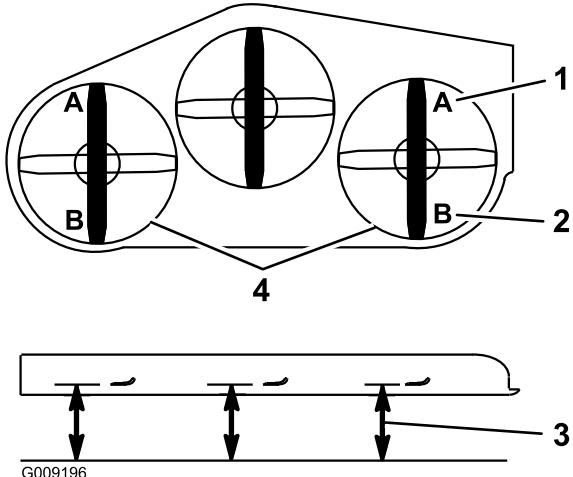

Figure 103
8. De chaque côté du tablier de coupe, mesurez la distance entre la surface plane et la pointe avant de la lame (position A), comme montré à la Figure 103.
- 14. De chaque côté du tablier de coupe, mesurez la distance entre la surface plane et la pointe arrière de la lame (position B), comme montré à la Figure 103.